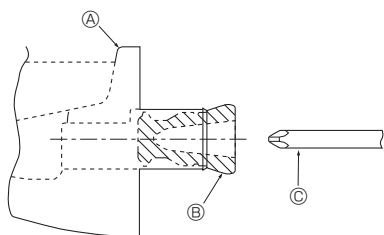

Fig. 5-1
- For rørledningen i venstre side skal gummipropen sættes i højre dræning. (Fig. 5-1)